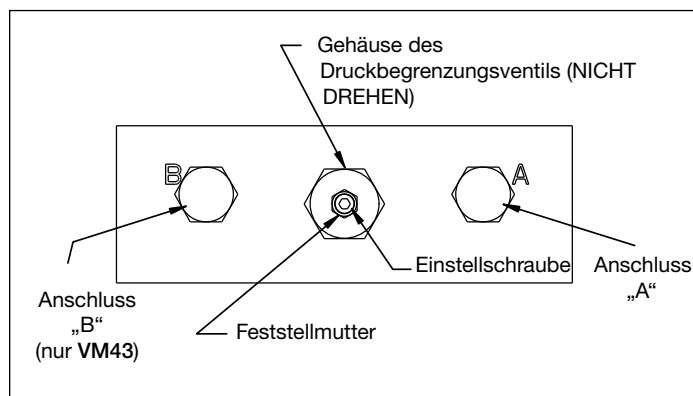

Abb. 12, Druckbegrenzungsventil - VM33M and VM43M
1. Bauen Sie ein 0 – 1000 bar [0 – 15.000 psi] Manometer an Anschluss „A“ (siehe Abb. 12) ein.